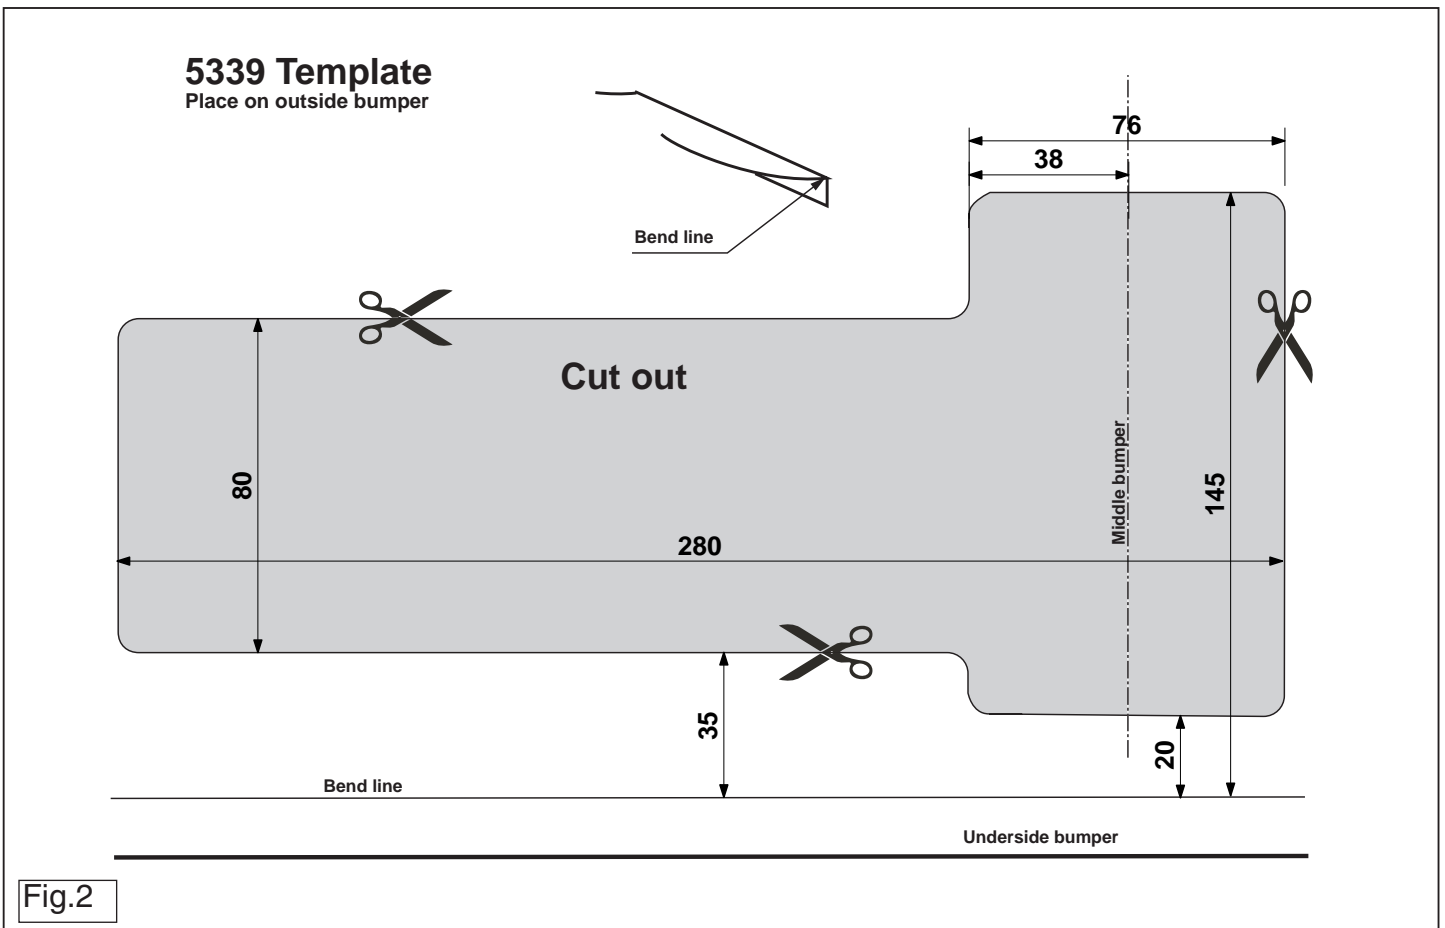

Fig.2
3. Saw a section out of the middle of the underside of the bumper as shown in fig 2.
3. Auf der Unterseite der Stoßstange einen Teil aus der Mitte gemäß Abbildung 2 ausschneiden.
- Scier au centre de la partie inférieure du pare-chocs une partie correspondant à la figure 2.
3. Sav en del ud af kofangeren midt på undersiden jf. fig. 2.